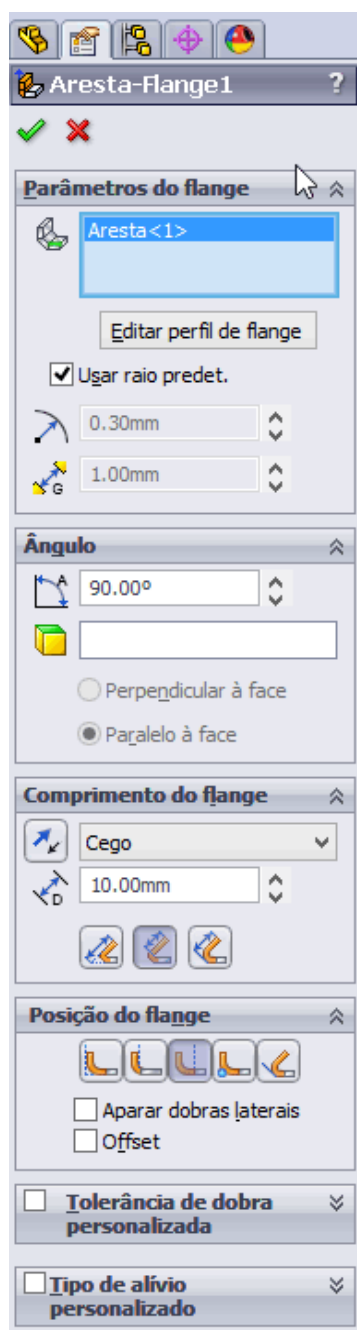

Figura 2.10 - Propriedades da ferramenta **Flange de aresta 1**.
3.3. Configure o as propriedades da ferramenta conforme a Figura 2.10.